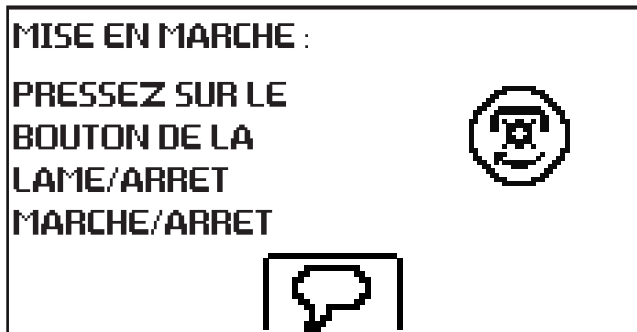

Figure 5-4
3. Assurez-vous que le bouton d'embrayage des lames est à la position désengagée. Voir Figure 5-4.